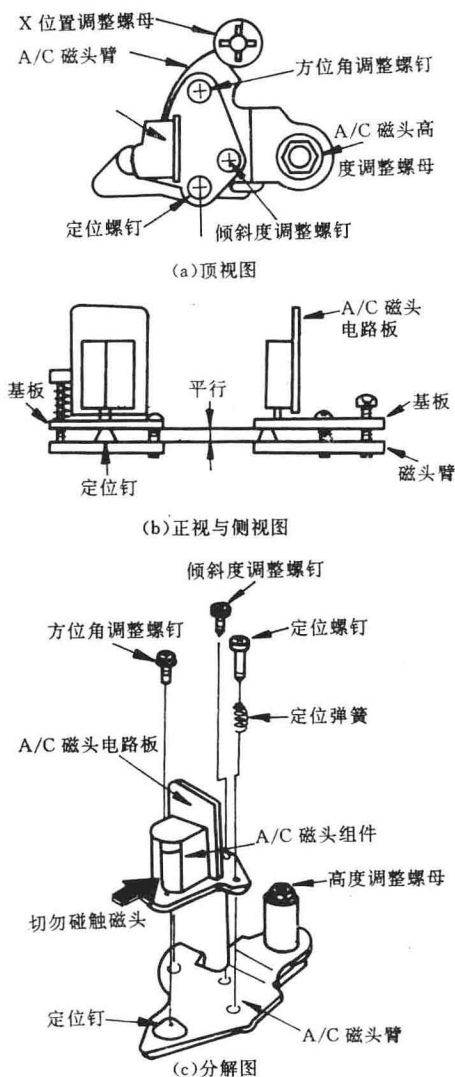
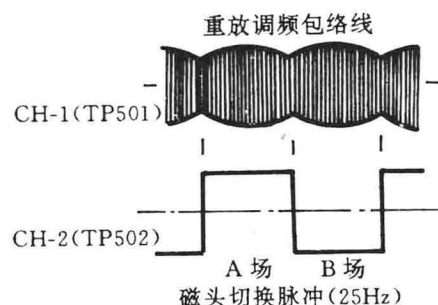

图 12 音/控磁头的拆卸与调整
图 14 重放调频信号波形（色度 TP501）
高度。音/控磁头过高过低, 都不能正确拾取音频信号和控制信号, 造成声音信号减弱或只有噪声, 重放图象出现周期性满屏噪声闪现 (无 CTL 信号引起主导轴伺服不良而无法跟踪)。磁头的高度可以通过固定音/控磁头臂的六角形螺帽进行调整, 见图 12。
倾斜度。音/控磁头的工作面应与机芯底盘面垂直, 以保证磁带走行的正确高度。如果音/控磁头前倾, 磁带走行时就会上移, 引起磁带上部边沿被挤皱。如果音/控磁头后倾, 磁带会下移而引起下边沿被挤皱。调节图 12 所示的倾斜度调整螺钉就可改变音/控
方位角。音/控磁头的方位角是指磁头的工作缝隙要与磁带走行方向垂直，实际上表现为音/控磁头的左右倾斜度。由于音频磁头在音/控磁头的上端，因此对磁头的左右倾斜最为敏感（方位角误差增大）。音频磁头出现方位角误差，重放声音的高频部分将受到严重损失而引起失真，声音变得沉闷、音量也大为减弱。调节图 12 的方位角调整螺钉，就可以改变音/控磁头的方位角。
(1) 音/控磁头的拆卸更换如图 12。音
(a) 音/控磁头组件的更换。首先按图 12 (a)、(c) 拆去倾斜度调整螺钉、方位角调整螺钉和定位螺钉，即可从音/控磁头臂上取下音/控磁头组件。特别注意不要将定位螺钉上的弹簧丢失。
用拆下的 3 只螺钉依原位置将音/控磁头组件固定在磁头臂上（注意：3 只螺钉的规格形状完全不相同，绝不能用错位置），要保证音/控磁头组件上的基板与磁头臂平行，如图 12 (b)。
(b) 音/控磁头臂组件的更换。按图 12 (c) 所示，用六角扳手卸去高度调整螺帽，并拆去磁头臂上的弹簧，即可将音/控磁头臂组件向上拉出。然后将新的音/控磁头臂组件换上，卡好弹簧，拧上高度调整螺帽。
(a) 倾斜度调整。首先用目测法检查音/控磁头工作面是否与机芯底盘面垂直，也可观察音/控磁头工作面与旁边的导杆柱是否平行。若发现磁头倾斜，调整图 12 中的倾斜度螺钉加以校正。最后放入一盘好磁带进行重放走带，细心观察音/控磁头旁边的导杆柱，看磁带的上、下边沿是否受到导杆柱上、下法兰盘的挤压起皱。若没有此现象，说明磁头基本没有倾斜。
(c) 方位角调整。重放一盘由正常录象机记录有高质量音乐的录象带（以高频丰富的为佳），反复调节图 12 中的方位角螺钉，使录象机输出的音频信号高频好、音量最大为准。
(1) 常规检查。检查音/控磁头的位置（高度、倾斜度、方位角）；检查张力杆的位置与张力；检查磁带在经过各导杆导柱时有无边缘起皱的现象。
(2) X 值调整。将双踪示波器接于色度电路板上的测试点 TP501（磁头重放色度包络线）和 TP502（磁头切换开关脉冲），然后重放录有标准黑白图象的磁带，通过触按面板上的跟踪键（+）和（-）到中心位置，再调整图 12（a）中的 X 位置调整螺帽，使示波器上的重放调频信号的包络波形达到最大值，如图 14。
大，如图 14。